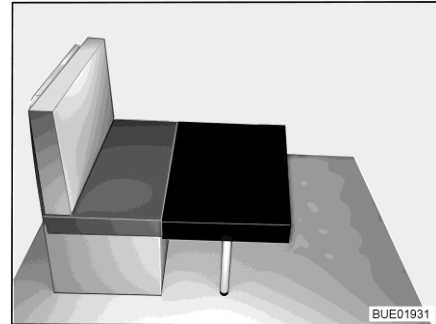

Bild 58 Ombyggnad (1)
- Placera den lilla extra dynan framför sittdynan på sittbänken på bordet (se Bild 58).